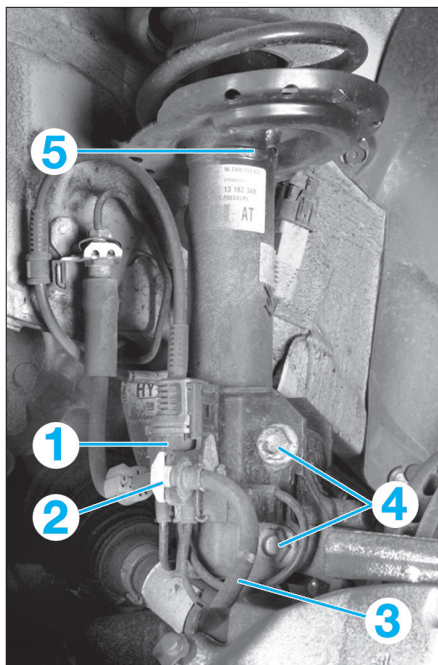

FIG. 1
- Déverrouiller puis débrancher le connecteur du faisceau (1) de capteur de vitesse de roue sur l'amortisseur (fig. 1).
- Déposer l'agrafe (2) de retenue de la canalisation de frein sur l'amortisseur et la dégager de sa fixation.
- Déposer les vis de fixation inférieure (4) de l'amortisseur sur le pivot (fig. 1).